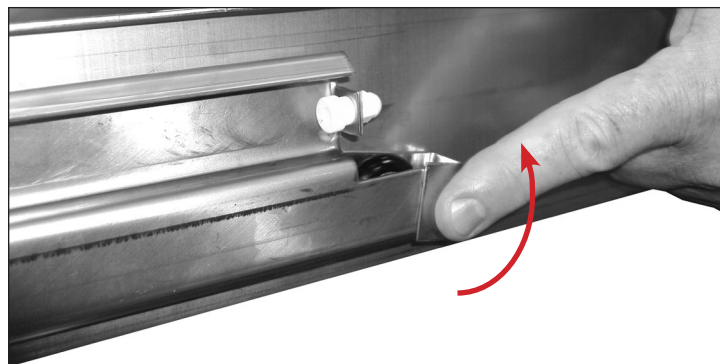

Fig. 3. Tournez le clip de rouleau vers le haut.
1. Avec les clips de rouleau en position haute (voir fig. 3), abaissez les rouleaux arrière du tiroir dans les fentes du canal.